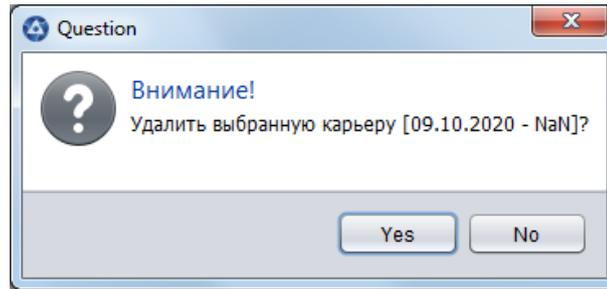

Рисунок 17
3.5.1.1. Окно «Внимание» предназначено, как правило, для подтверждения действий оператора. Пример окна «Внимание» приведен на рис. 17.